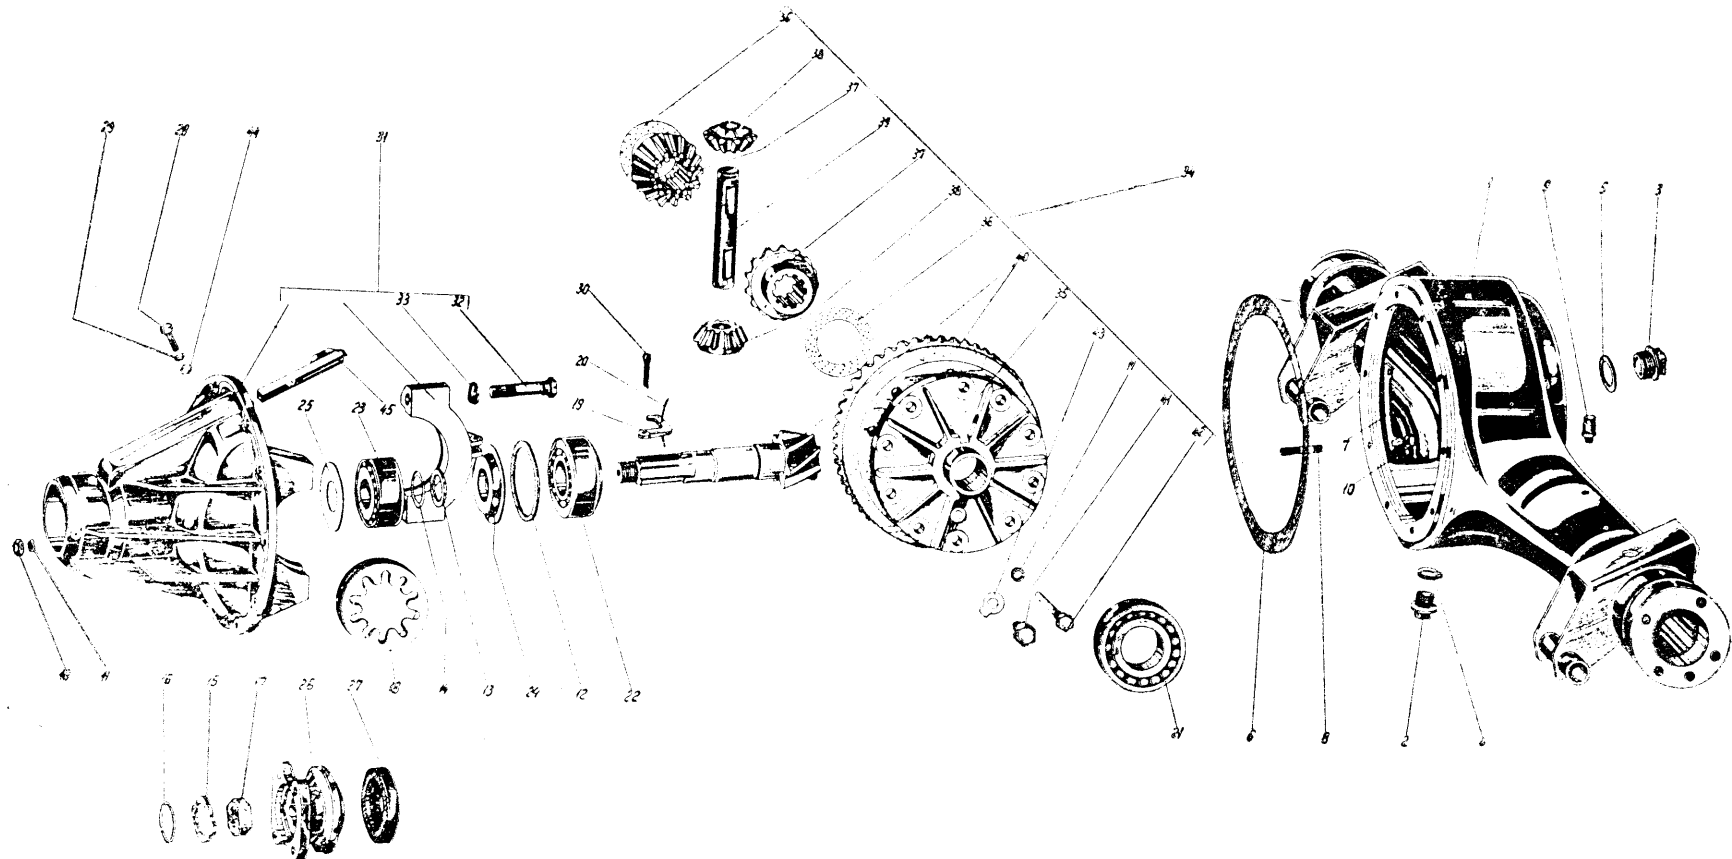

Abb. 86. Baugruppe Ausgleichgetriebe.
(Abb. 86).
7.2.4.2. Zusammenbau des Ausgleichgetriebes (Abb. 86).